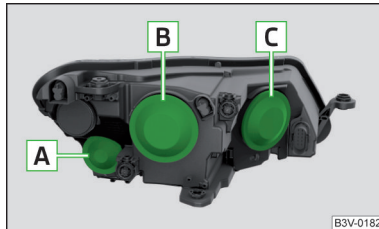

Fig. 261
Bulb arrangement » Fig. 261
- » Remove the protective caps **B** and **C** » Fig. 261 on page 215.
- » Use the protective caps **B** and **C** » Fig. 261 on page 215.
- » Remove the protective cap **A** » Fig. 261 on page 215.
- » Fit the protective cap **A** » Fig. 261 on page 215.